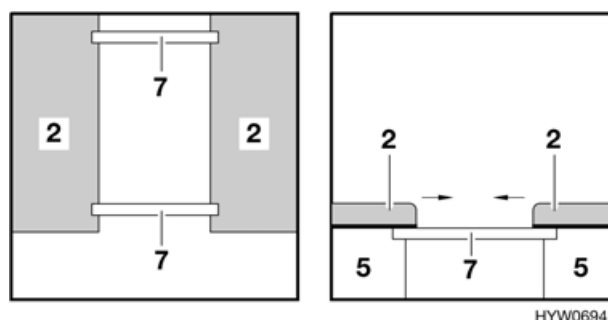

Fig. 47 Durante la trasformazione
- Estrarre le stange del letto (Fig. 47,7) dal cassone letto (Fig. 47,5).
- Sollevare i due cuscini del divano (Fig. 47,2) e collocare le stange del letto (Fig. 47,7) trasversalmente tra i due cassoni del letto nelle scanalature.